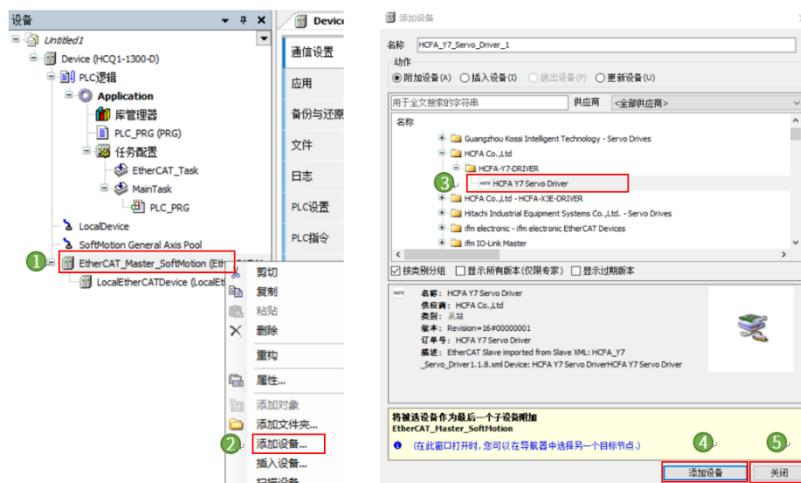

图13-9 添加Y7S伺服轴
3. 右击【EtherCAT_Master_SoftMotion】，选择【添加设备】。在弹出的页面中选择【HCFA Y7 Servo Driver】，点击【添加设备】，添加完成后点击【关闭】，如图13-9所示。若无【HCFA Y7 Servo Driver】请添加对应XML。